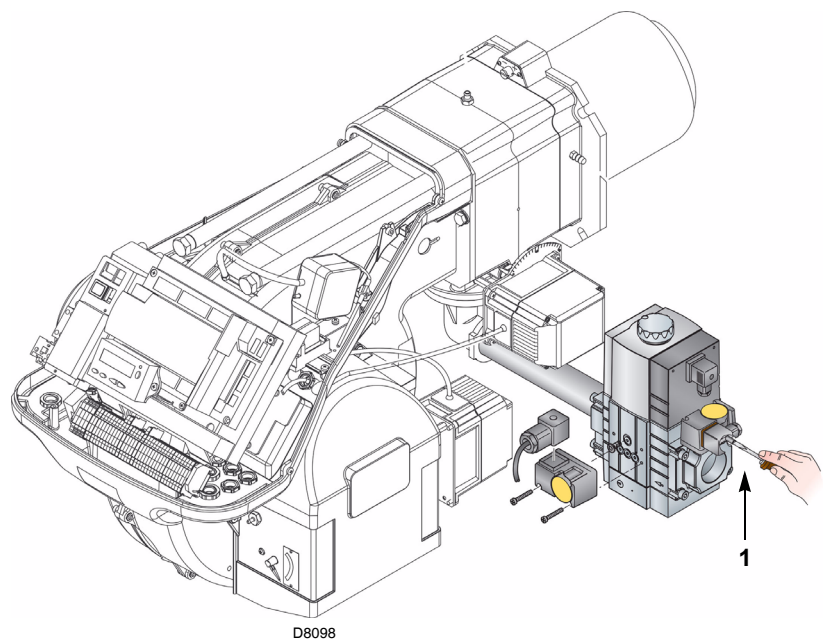

Fig. 27
- Contrôler la pression d'alimentation du gaz en raccordant un manomètre sur la prise de pression 1) (Fig. 27) du pressostat gaz minimum: elle doit être inférieure à la pression maximale admise pour la rampe gaz qui est indiquée sur la plaque des caractéristiques.
- Purger les tubes de la rampe gaz de l'air, en raccordant un tuyau en plastique sur la prise de pression 1) (Fig. 27) du pressostat gaz min. Porter le tuyau de purge à l'extérieur de l'édifice jusqu'à sentir l'odeur du gaz.